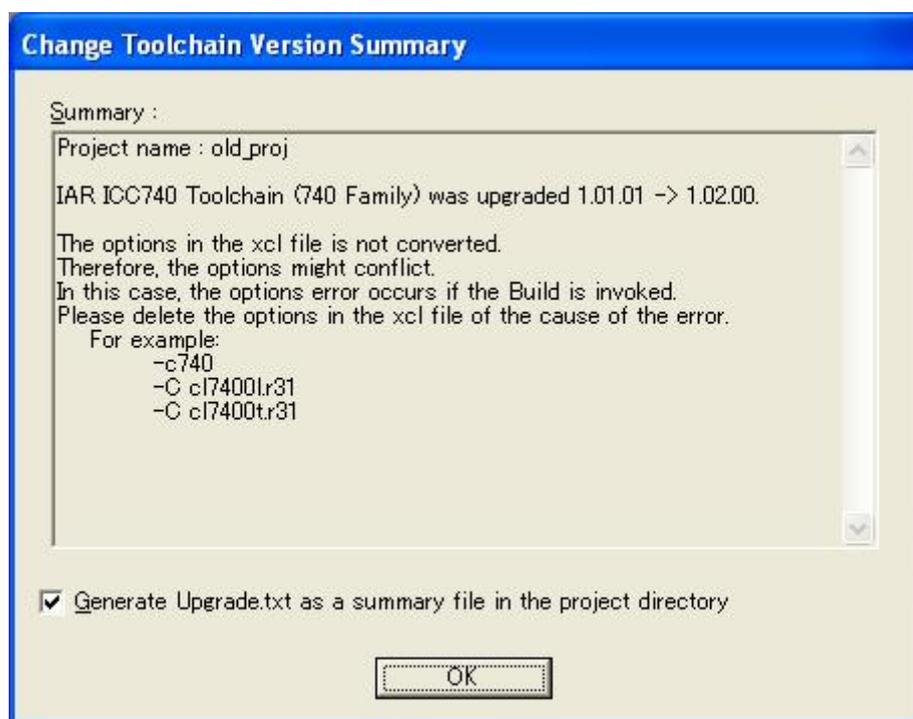

図 33 : ツールチェーンの変更メッセージ
V.1.01 Release 01 のプロジェクトをV.1.01 Release 02 で使用する場合は以下のダイアログボックスを表示します(図 33)。メッセージに従って変更してください。